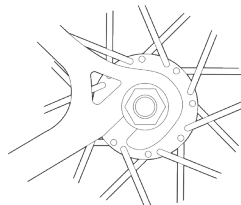

fig. 13
6. Avec un système à action de came (déblocage rapide), levez le levier de came et placez-le en position FERMÉE (fig. 11a). Le levier doit maintenant être parallèle avec le hauban ou la base arrière et incurvé vers la roue (fig. 13). Pour appliquer une force de serrage suffisante, enroulez vos doigts autour du bras de fourche pour faire levier et le levier doit laisser une impression nette dans la paume de votre main.